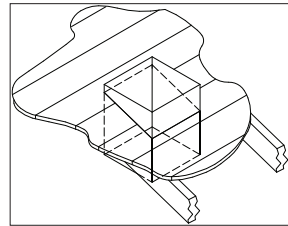

Figura 20
6. Pase la caja de soporte a través del techo como se muestra en **Figura 20**, y colóquela de manera que la parte inferior de la caja de soporte sobresalga al menos 2" (50.8 mm) por debajo del cielo raso acabado. Alinee la caja de apoyo vertical y horizontalmente con ayuda de un nivel. Inmovilice en forma temporal la caja de soporte en su lugar a través de las paredes interiores y en el revestimiento del techo.